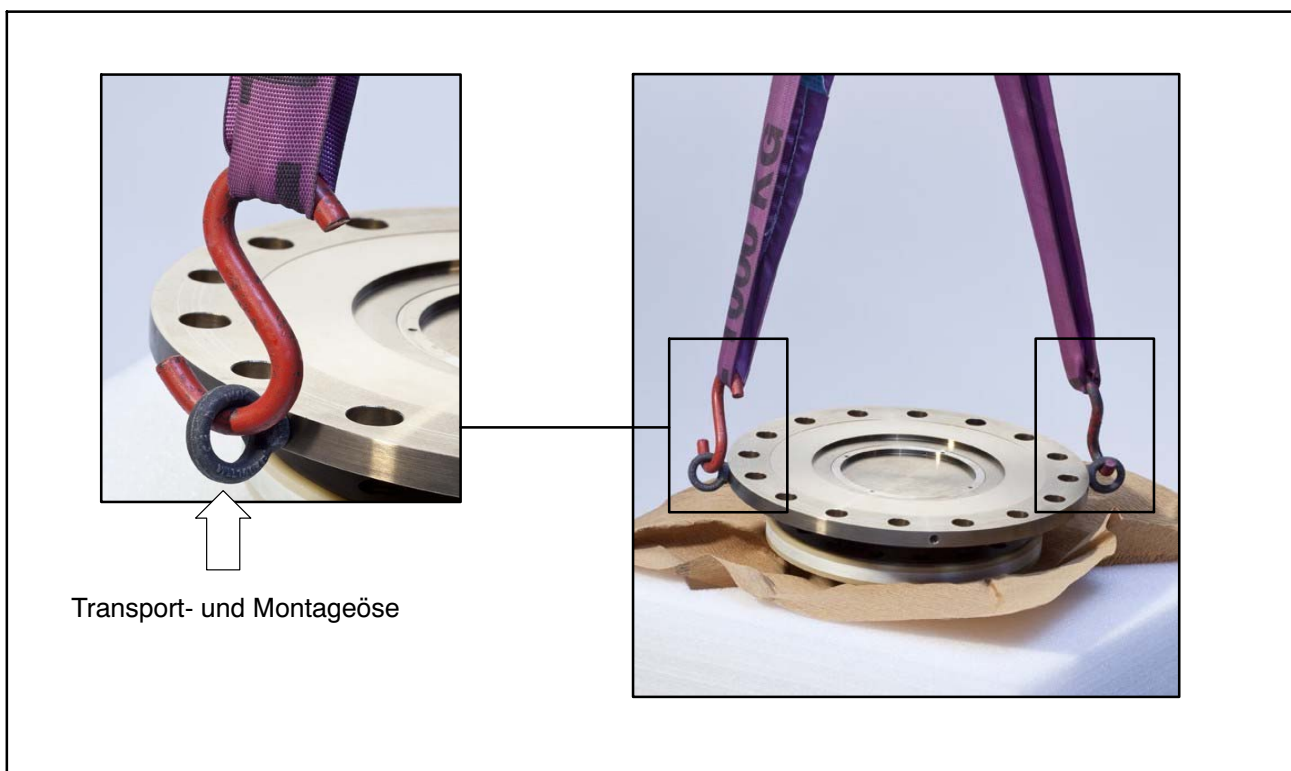

Abb. 4.1: Transport- und Montageösen am Rotor
Am Rotor sind als Transport- und Montagehilfe zwei Ösen eingeschraubt. Haken Sie in diese Ösen das Hebegeschirr ein, nur so ist gewährleistet, dass der Rotor waagrecht aus der Verpackung gehoben wird (siehe Abb. 4.1).
1. Heben Sie den Rotor aus der Verpackung, drehen Sie ihn horizontal um 180° , so dass Flansch B nach oben zeigt (siehe Abb. 4.1).
6. Heben Sie den Rotor vorsichtig an und verfahren Sie ihn an die Montagestelle (siehe Abb. 4.1).